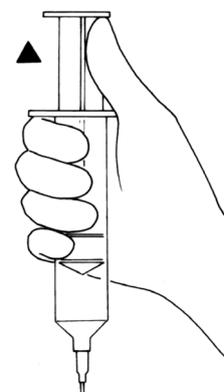

Abbildung 4-3a. Luft aspirieren
5. Im Ballon verbleibende Luft aspirieren, bis Widerstand am Spritzenkolben zu spüren ist (**Abbildung 4-3a**).